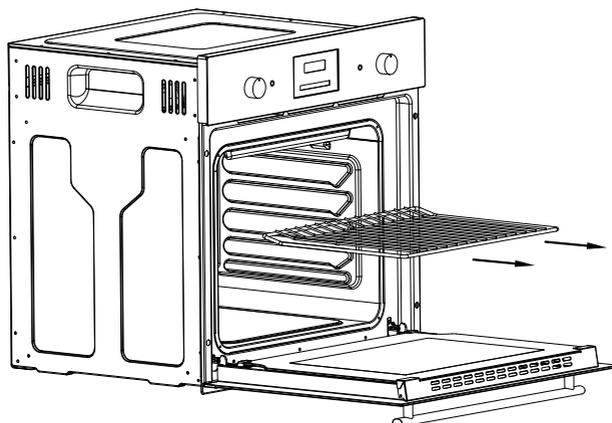

Fig. 2
2. Retirez la grille avec précaution à l'aide de gants (Référez-vous à la fig. 2).